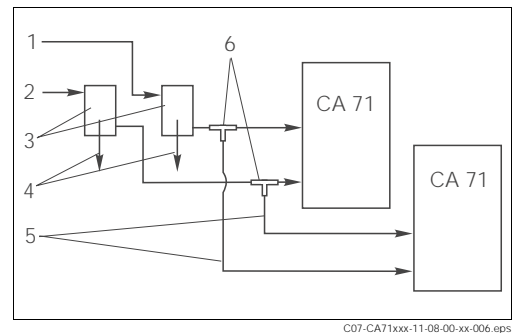

Fig. 10: Esempio di installazione
- Gli analizzatori devono essere collocati a distanza più breve possibile: linea di campionamento fra elemento a T e secondo analizzatore (Fig. 10, art. 5) inferiore a 1,5 m